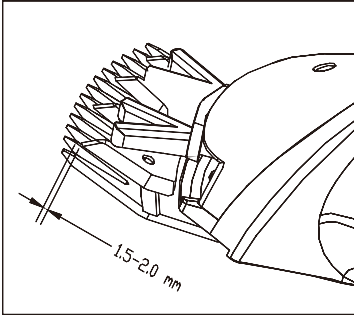

Fig. 10
- Det viktigaste i det här steget / trin är att rikta / rette in det rörliga / bevegelige skärbladet mot mitten av det fasta skärbladet så att eggen / æggen på det fasta skärbladets tandspets / tandspids håller ett avstånd / afstand på ca 1,5–2,0 mm till det rörliga / bevegelige skärbladets tandspets / tandspids (fig. 10).